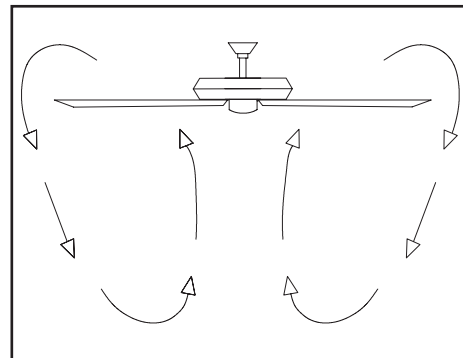

Figura 15
**Clima frío** - (Reversa) Un flujo de aire hacia arriba desplaza el aire cálido lejos del techo, como se muestra en la Figura 15. Esto te permite fijar la unidad de calefacción en una configuración más baja sin afectar tu comodidad.